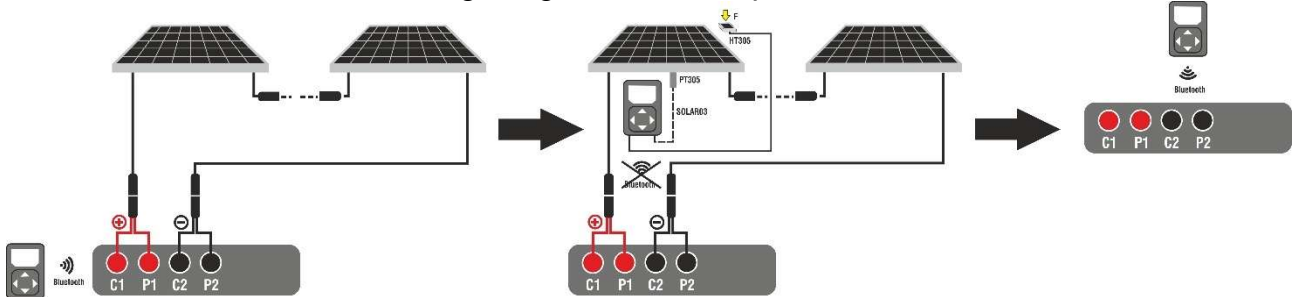
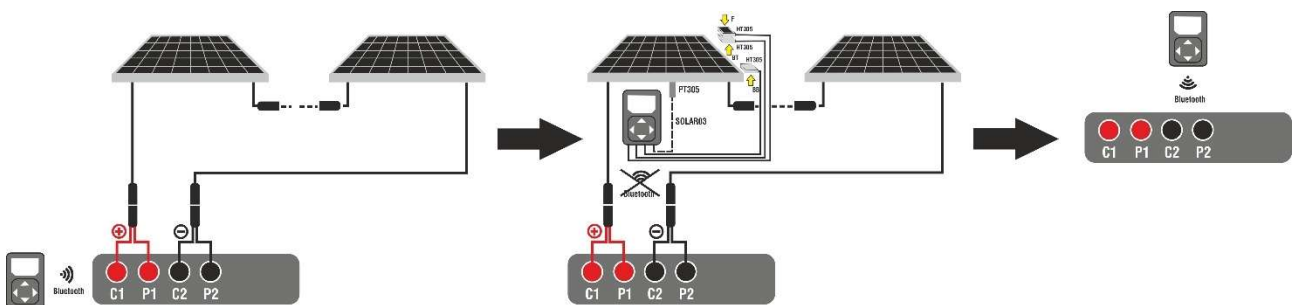

Abb. 70: Einsatz mit SOLAR03 bei synchroner Aufzeichnung auf Monofazialen Modulen
Abb. 71: Einsatz mit SOLAR03 bei synchroner Aufzeichnung auf Bifazialen Modulen
2. Verbinden Sie das Instrument mit dem zu testenden Modul/String wie in Abb. 70 (Monofazialen Modulen) oder Abb. 71 (Bifazialen Modulen). Verbinden Sie insbesondere den vom Modul/String ausgehenden Minuspol mit den Anschlüssen **P2, C2** und den vom Modul/String ausgehenden Pluspol mit den Anschlüssen **P1, C1**
3. Bringen Sie die SOLAR03-Fernstation näher an das Instrument heran, wie in Abb. 70 oder Abb. 71 – linke Seite dargestellt
8. **Bringen Sie die Fernstation in die Nähe der Module** und verbinden Sie die Einstrahlungs- und Temperaturproben (Falls benötigt), wie in der Abb. 70 oder Abb. 71 - Mittelteil gezeigt. Insbesondere:
- **Bei Bifazialen Modulen** → platzieren Sie die 3 **Referenzzellen HT305** auf der vorderen Ebene des Moduls (**F**), auf dem oberen hinteren Teil (**BT=BackTop**) und auf dem unteren hinteren Teil (**BB=BackBottom**) des Moduls. Verbinden sie die vordere Bezugzelle (F) am Eingang **“INP1”**, die Bezugzelle BT am Eingang **“INP2”**, die Bezugzelle BB am Eingang **“INP3”** und **eventuell** die Temperaturprobe **PT305** am Eingang **“INP4”** der Fernstation.
18. **Trennen Sie am Ende der Testsitzung** die SOLAR03-Fernstation ab und legen Sie sie in die Nähe des Instruments zurück (siehe Abb. 70 oder Abb. 71 – rechte Seite dargestellt)